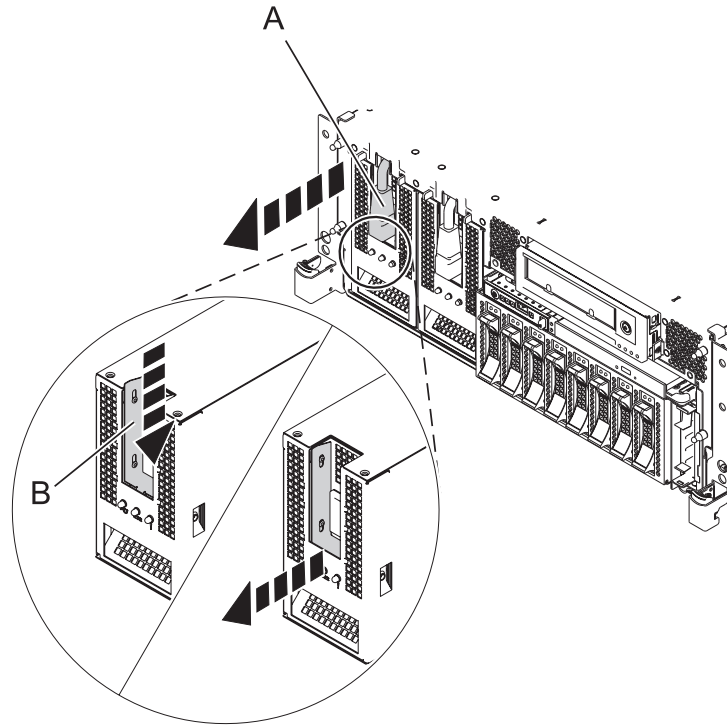

Figure 1. Retrait de l'alimentation électrique d'un modèle monté en armoire
7. Débranchez le câble d'alimentation (A) avant de l'alimentation électrique comme indiqué à la figure 1, à la page 3.